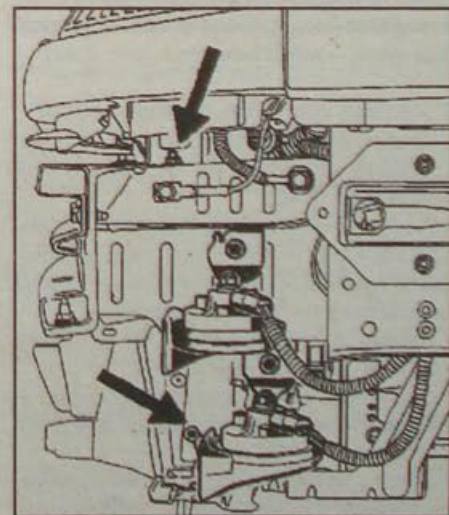

Рис. 2.39. Расположение винтов крепления дефлектора
- Отверните 4 винта крепления дефлекторов на лонжероне (рис. 2.39).